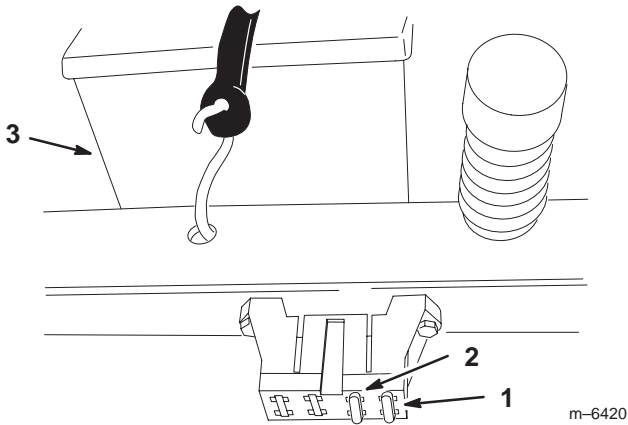

Bild 48
1. Heben Sie den Sitz an, um die Sicherungshalter zugänglich zu machen (Bild 48).
2. Ziehen Sie die Sicherung zum Wechseln heraus (Bild 48).